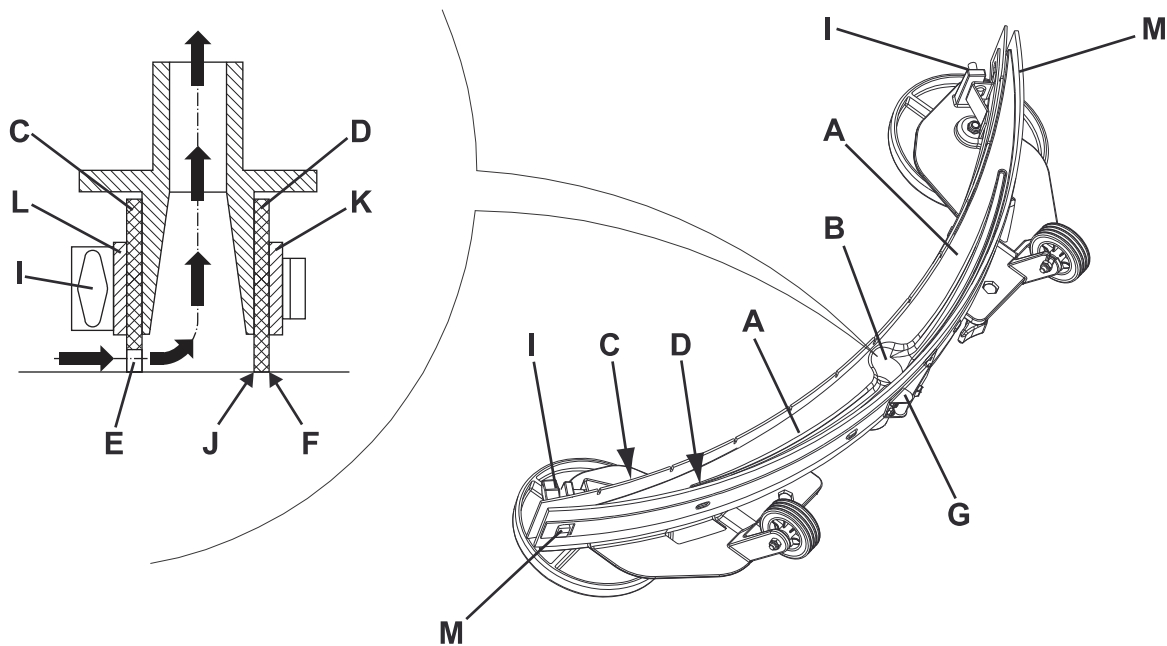

Abbildung 5
2. Zündschlüssel (80) in Stellung 0 drehen.
3. Sauglippe (25) mit dem Hebel (10) absenken.
4. Sterngriffe (26) lösen und Sauglippe (25) abnehmen.
5. Ansaugrohr (15) von der Sauglippe abnehmen.
6. Die Sauglippe (Abb. 5) waschen und reinigen. Insbesondere die Hohlräume (A, Abb. 5) und die Bohrung (B) reinigen. Überprüfen, ob der vordere (C) und der hintere Gummi (D) unversehrt sind und keine Schnitte oder Risse aufweisen, gegebenenfalls austauschen (siehe nachstehender Absatz).
1. Die Sauglippe (Abb. 5) reinigen, und dabei wie angegeben im vorhergehenden Abschnitt vorgehen.
2. Überprüfen, ob die Fugenkanten (E) des vorderen (C) und die Fugenkanten (F) des hinteren Gummi (D) gleichzeitig in ihrer gesamten Länge auf dem Fußboden aufsitzen. Andernfalls wie folgt ihre Höhe einstellen:
- Zugstange (G) entfernen, Haltevorrichtungen (M) lösen und hinteren Gummi (D) einstellen. Haltevorrichtungen einrasten und Zugstange einbauen.
- Sterngriffe (I) lösen und vorderen Gummi (C) einstellen. Sterngriffe wieder festdrehen.
3. Überprüfen, ob der vordere (C) und der hintere Gummi (D) unversehrt sind und keine Schnitten oder Risse aufweisen, gegebenenfalls wie folgt austauschen. Überprüfen, ob die Vorderkante (J) des hinteren Gummi verschlissen ist. Gegebenenfalls Gummi umdrehen und eine der drei unversehrten Kanten als Vorderkante verwenden. Sind auch die anderen drei Kanten abgenutzt, Gummi wie folgt austauschen:
- Zugstange (G) entfernen, Haltevorrichtungen (M) lösen, Haltestreifen (K) abnehmen und hinteren Gummi (D) umdrehen/austauschen. Gummi in umgekehrter Reihenfolge einbauen.
- Sterngriffe (I) aufdrehen, Haltestreifen (L) abnehmen und vorderen Gummi (C) austauschen. Gummi in umgekehrter Reihenfolge einbauen.